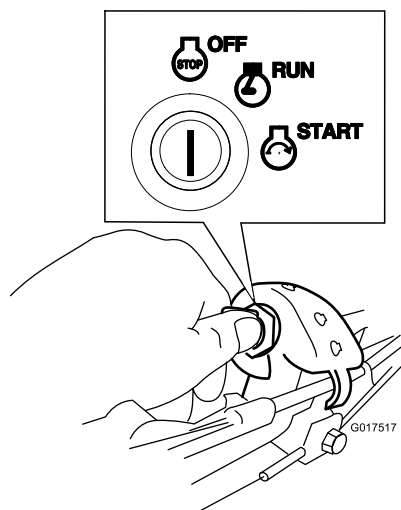

Figure 20
- Tournez la clé de contact en position contact coupé (Figure 20).